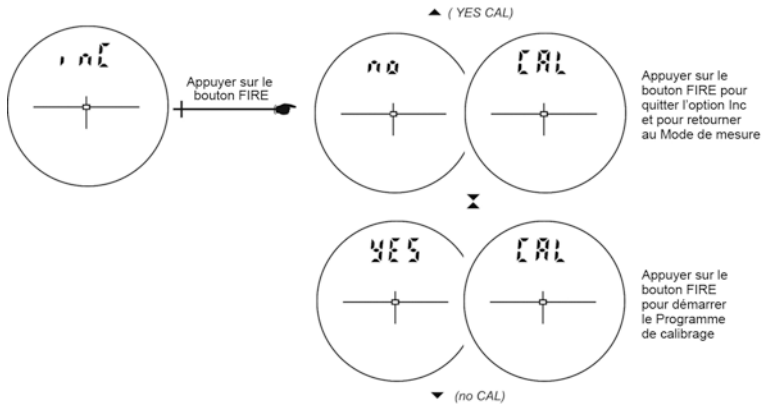

Figure 13
2. Appuyer sur le bouton  pour afficher l'option « inC » comme l'illustre la Figure 13 ci-dessous.
3. Appuyer sur le bouton  pour sélectionner l'option « inC ». Le message « no » « CAL » s'affiche sur l'écran principal et devrait apparaître comme l'illustre la Figure 13.